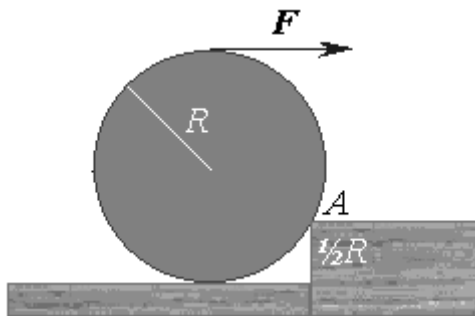

Figura 6.18 Problema 6.15
- 6.15 Una fuerza F , cuya línea de acción pasa por el borde superior de un tambor de radio R y peso P , se aplica sobre el tambor, para hacerlo subir por un escalón de alto $\frac{1}{2}R$ (figura 6.18). Calcular: a) la fuerza F , b) la fuerza del vértice del escalón en A, c) la dirección de la fuerza en A. R: a) $(\sqrt{3}/3)P$, b) $(\sqrt{10}/9)P$, c) $\tan \alpha = \sqrt{3}$.